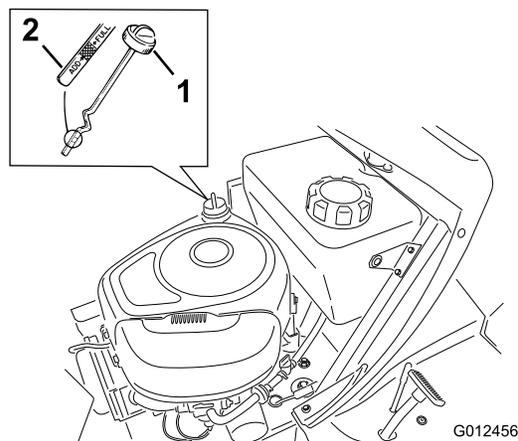

Figura 25
7. Pulite attorno all'asta di livello (Figura 25) in modo che la morchia non possa penetrare nel foro di rifornimento e danneggiare il motore.
8. Svitare l'asta di livello dell'olio e pulite l'estremità metallica (Figura 25).
9. Infilate a fondo l'asta di livello nel bocchettone di rifornimento (Figura 25).
11. Pulite la zona circostante l'asta di livello e svitate il tappo (Figura 25).
12. Versate lentamente nel tubo di rifornimento (Figura 25) l'80% circa dell'olio motore.